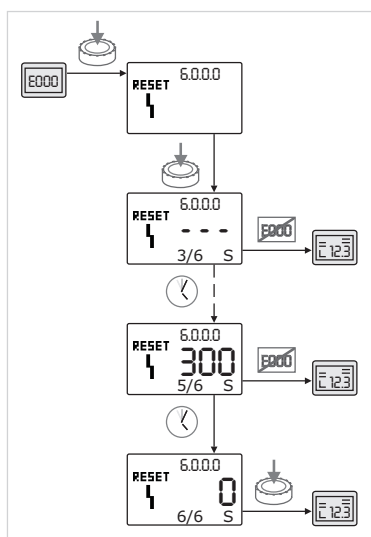

Fig. 52. Квитирование ошибки типа C
- При возникновении ошибок типа C выполнять квитирование следующим образом (Fig. 52).